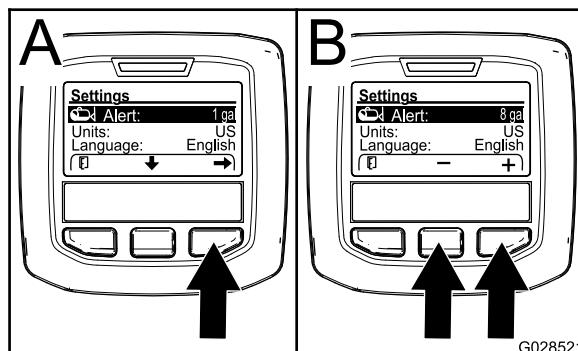

Figure 70
2. Appuyez sur le bouton de sélection central pour mettre en surbrillance le réglage Alert (Figure 70).
3. Appuyez sur le bouton de sélection droit (Figure 70).
4. Utilisez le bouton de sélection central ou droit pour entrer la quantité minimum dans la cuve à laquelle l'alerte s'affichera pendant le fonctionnement du pulvérisateur (Figure 70).